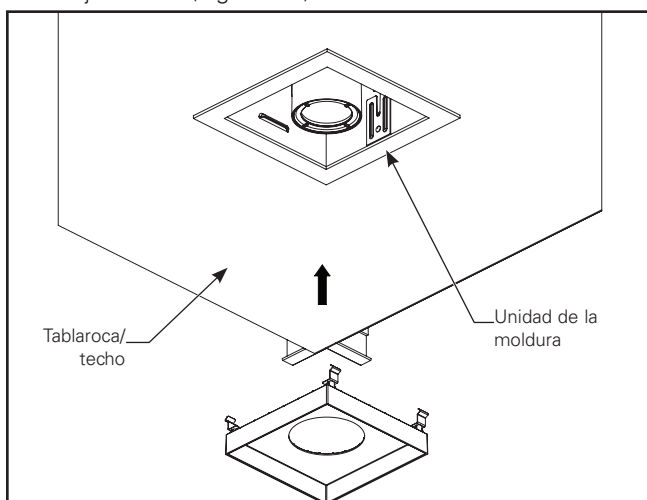

Figura 2.7.
- Instale la placa de la cubierta (placa deflectora) en el alojamiento. Empuje la unidad de la placa hacia arriba a través de la moldura durante la instalación. Comprima el muelle hacia adentro para que la unidad de la placa pueda empujarse hacia arriba hasta ingresar en el alojamiento. (Figura 2.7)